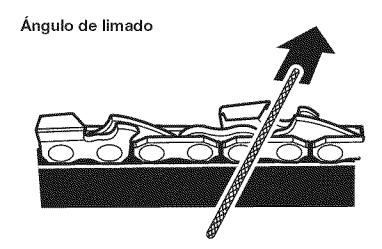

Fig. 42
- Sostenga la escofina a ras con la placa superior del diente (Fig. 41). No deje que la escofina se hunda ni se meza (Fig. 42).
- Con una presión ligera, pero firme, haga una pasada hacia la esquina delantera del diente (Fig. 42). Levante y aleje la escofina del diente de corte antes de regresarla al principio de la pasadaafilada.